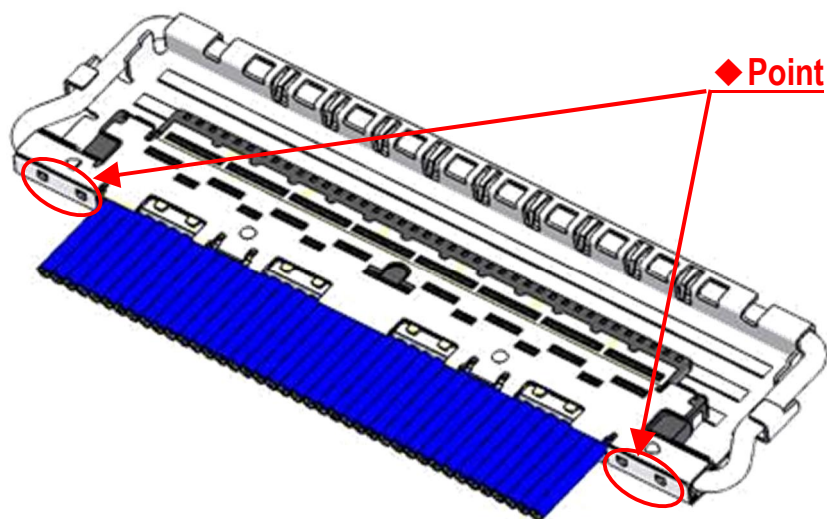

Fig.12 Soldering of Shell-A and Shell-B
- ⑤ Shell-A と Shell-B を半田コテにて全箇所半田付けすることを推奨する。 (Fig.12 ◆部)